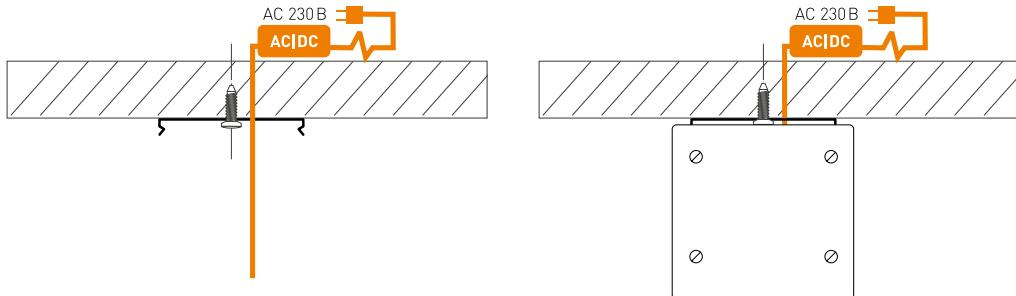

Рис. 1. Установка и подключение светильника
- Закрепите держатели из комплекта поставки на поверхности винтами из комплекта поставки, как показано на рис. 1.